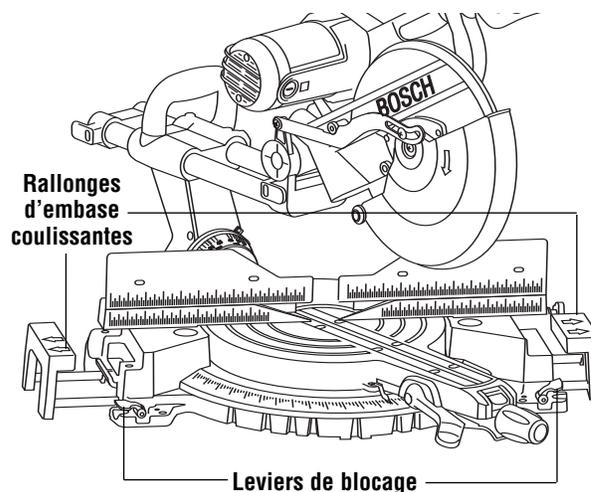

Figure 2. Rallonges d'embase coulissantes
**Rallonges coulissantes de l'embase** – ces rallonges permettent de mieux supporter les pièces et sont surtout utiles lors du sciage de pièces longues. Pour changer leur position, il suffit de débloquer les leviers de blocage des rallonges de l'embase, de déplacer les rallonges et de bloquer les leviers (Figure 2). (Voir également butée de longueur à la page 106.)